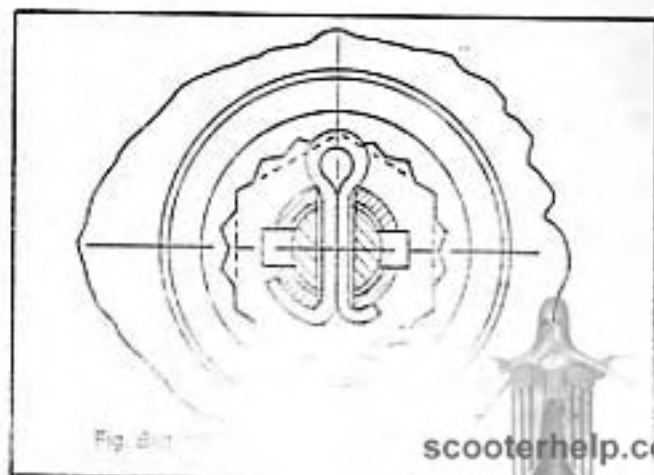

Fig. 127
**Fig. 126 - Torque front wheel drum to 7.5-9 kgm.:** fit the front wheel drum «D» on the wheel shaft, lock the nut, put on the securing cap «C», insert a new split pin «B» bend it as indicated in fig. 127 so that the play between cap and wheel shaft is eliminated. Then fit the dust cover «A».
**N.B. -** The operations concerning the split pin bending illustrated in fig. 127 are valid also for rear wheel.
**Bild 126 - Befestigung der Vorderradbremstrommel (Anzugsmoment 7,5 bis 9 Kgm):** Die Bremstrommel «D» auf die Radachse anbringen, die Sicherungskappe «C» positionieren und einen neuen Splint einstecken und wie in Bild 127 gezeigt nachbiegen, daß kein Spiel zwischen Sicherungskappe und Radachse vorhanden ist, zuletzt die Staubschutzkappe «A» montieren.
**Zur Beachtung -** Die Anweisung bezüglich der Biegung des Splintes (Bild 127) ist auch für das Hinterrad gültig.
**Fig. 126 - Blocage tambour porte-roue AV. (couple de serrage 7,5+9 mkg.):** Poser le tambour «D» sur l'axe roue, serrer à fond l'écrou, mettre en position le capuchon arrête-écrou «C», placer une goupille neuve «B» et effectuer le pliage comme illustré en fig. 127 de façon à éliminer les jeux entre capuchon et axe roue: compléter les opérations en appliquant le pare-poussière «A».
**N. B. -** Les opérations concernant le pliage de la goupille illustrées en fig. 127 sont valables même pour la roue AR.